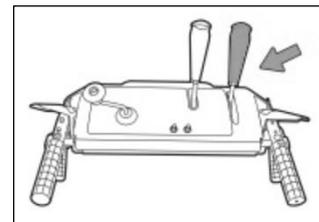

Рис. 4
1. Установите рукоятки управления на рычаги, закручивая по часовой стрелке. Установите рычаг выбора передач на вторую заднюю скорость (Рис. 4)